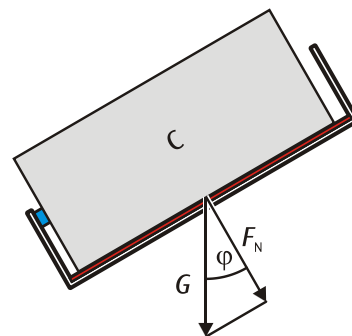

Fig. 3: Mediciones en pista de fricción inclinada con cuerpo de fricción C.
- Colocar el cuerpo de fricción C sobre la placa, de modo que los rodillos se apoyen sobre el lado inclinado más estrecho hacia abajo (ver Fig. 3).